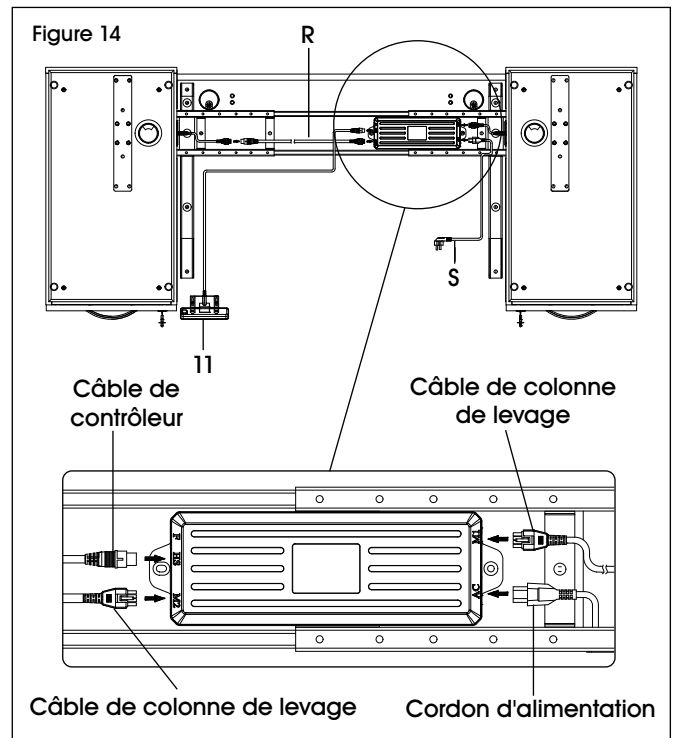

Figure 14
14. Branchez le cordon d'alimentation (S), le contrôleur programmable (11) et les câbles de colonne de levage au boîtier de commande (9). (Voir Figure 14)
**REMARQUE :** Utilisez le câble de rallonge (R) pour brancher l'un des câbles de colonne de levage.